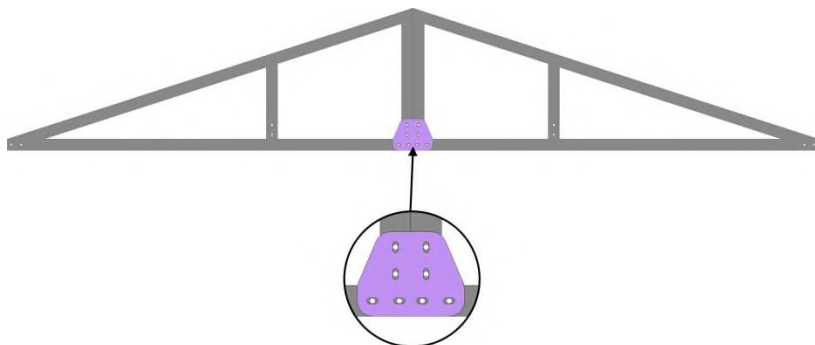

РИС. 1
4.1.1. Соедините при помощи соединительных пластин и винтов М6×30, шайб М6, гаек М6 каждую полуферму (РИС. 1).